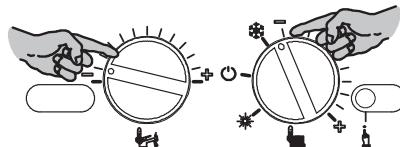
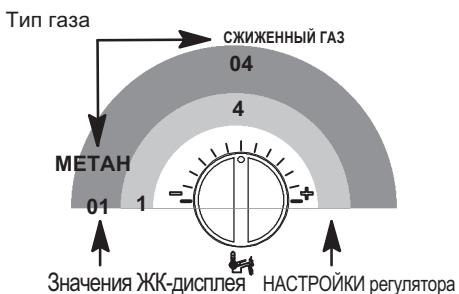
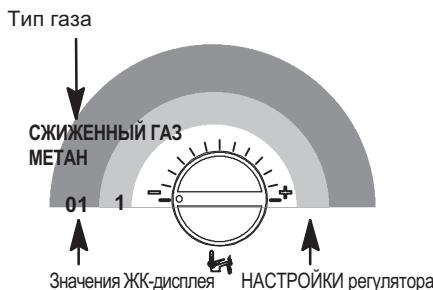

Рисунок 8.2
Рисунок 8.7
Рисунок 8.11
- Установите переключатель функций 4 и регулятор температуры горячего водоснабжения 3 так, как показано на следующем рисунке (см. Рисунок 8.2).
- Чтобы настроить тип газа, войдите в режим программирования, нажав и удерживая в течение 15 с кнопку сброса 5 (Рисунок 8.2), пока на ЖК-дисплее не появится параметр P01. На ЖК-дисплее последовательно отобразятся следующие символы (параметр P01 будет загораться поочередно с ---).
- Нажмите кнопку сброса 5 (Рисунок 8.2) и пролистайте параметры до Р05, пред назначенного для настройки типа газа. На ЖК-дисплее последовательно отображаются следующие символы (параметр Р05 будет загораться поочередно с 01).
Пример: если котел будет питаться сжиженным газом (G30-G31), но настроен на питание метаном (G20), установите регулятор 3 (Рисунок 8.2) так, как показано на следующем рисунке (Рисунок 8.7).
- Нажмите кнопку сброса 5 (Рисунок 8.2) и пролистайте параметры до Р06, предназначенного для настройки типа газа (второго уровня). На ЖК-дисплее последовательно отображаются следующие символы (параметр Р06 будет загораться поочередно с 01).
- Чтобы изменить настройку, поверните регулятор температуры в системе горячего водоснабжения 3 (Рисунок 8.2) и установите его в выбранное положение (см. также Рисунок 8.11).
снабжения 3 (Рисунок 8.2) и установите его в выбранное положение (см. также Рисунок 8.11).